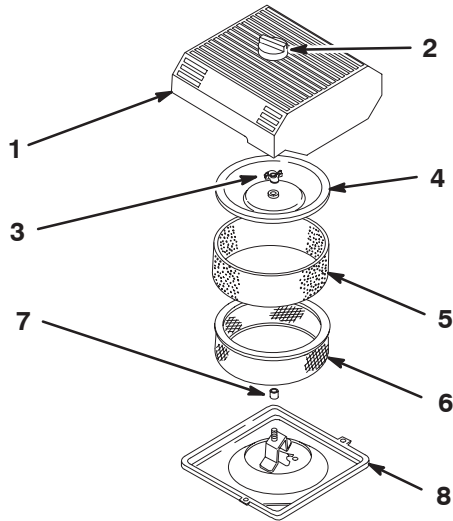

Bild 28
3. Reinigen Sie den Bereich um den Luftfilter herum, um zu verhindern, dass Schmutz in den Motor fällt und Schäden verursacht (Bild 28).
4. Lockern Sie das Handrad an der Luftfilterabdeckung und entfernen Sie die Luftfilterabdeckung (Bild 28).
5. Schieben Sie den Schaumeinsatz vorsichtig vom Papiereinsatz herunter (Bild 28).
6. Schrauben Sie die Deckelmutter los und nehmen Sie die Abdeckung und den Papiereinsatz ab (Bild 28).
1. Schieben Sie das Schaumeinsatz vorsichtig auf den Papiereinsatz des Luftfilters (Bild 28).
3. Drehen Sie die Deckelmutter jetzt mit der Hand fest gegen die Abdeckung (Bild 28).
4. Montieren Sie die Luftfilterabdeckung und das Handrad (Bild 28).